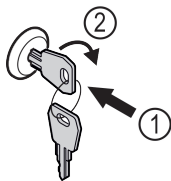

Fig. 131 Példaként szolgáló ábrázolás
- ▶ Dugja be a kulcsot Fig. 131 (1).
- ▶ Forgassa el a kulcsot 90°-kal az óramutató járásával megkegyező irányba Fig. 131 (2).